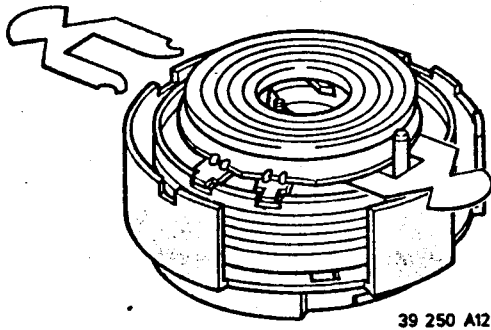

Fig. 3-1-6
**Achtung:** Die obere Schutzkappe und die 2 Mylar-Folien (Dicke: 0,15 mm) bleiben bei diesem Vorgang auf der Kopfscheibe (Abb. 3-1-6).